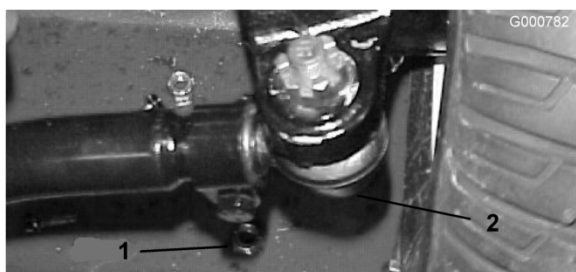

Figure 58
2. Pour le régler, retirez la goupille fendue et l'écrou de la rotule de biellette. Retirez la rotule de biellette du support du corps d'essieu (Figure 58).
3. Desserrez les fixations aux deux extrémités des biellettes (Figure 58).